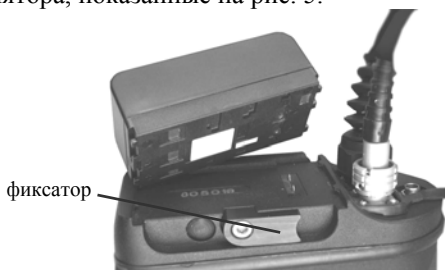

Рис.6 Расположение аккумулятора и блока приемопередатчика при установке
- расположить корпус приемопередатчика вертикально, фиксатором аккумулятора к себе, как показано на рис. 6